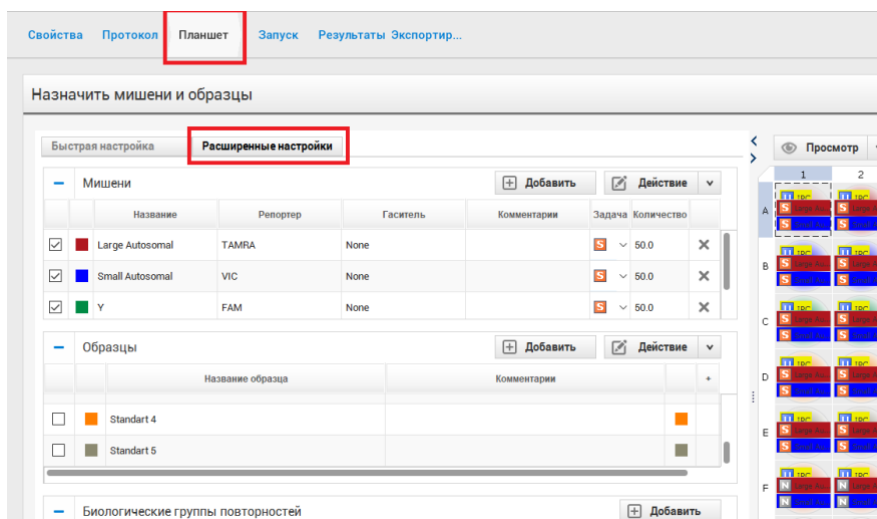

Рисунок 60
3. В открывшемся окне выбрать шаблон «**RealQuant H3 AB**» и перейти на вкладку «**Планшет**» в пункт «**Расширенные настройки**» (рисунок 60).